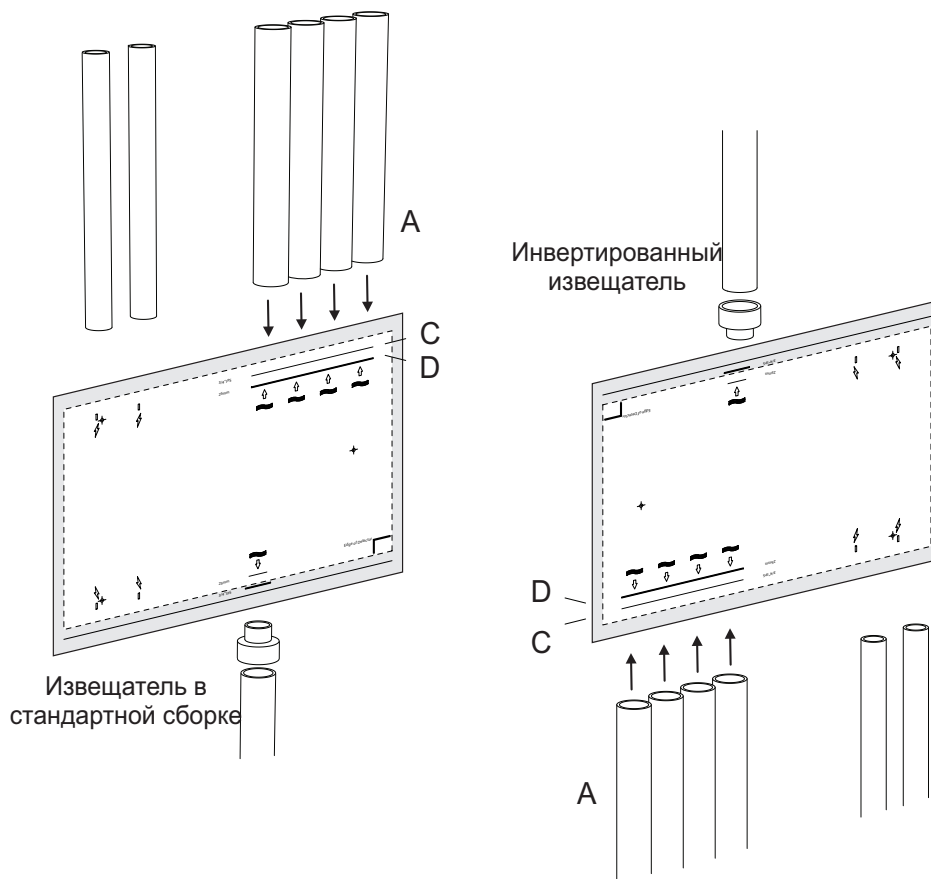

Рис. 4-23: Размещение монтажного шаблона
1. Разместите монтажный шаблон так, чтобы выровнять пробоотборные трубы (А) горизонтально по установочным меткам (В) и вертикально по соответствующим линиям глубины трубы (Рис. 4-23):
- Труба 25 мм должна быть вертикально выровнена с нижней линией глубины (D).